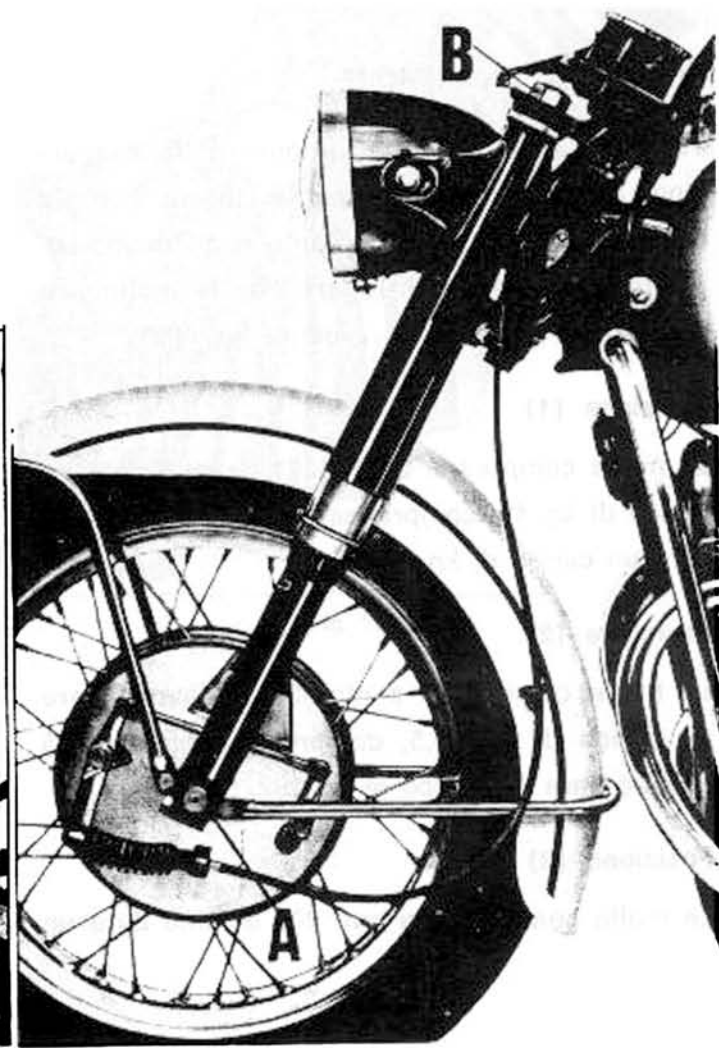

Fig. 112
- il liquido dagli ammortizzatori (a forcella montata il liquido viene scaricato dopo aver tolto la vite A dai due gambali) (vedere fig. 112);
- immettere litri 0,160 per braccio di liquido «SHELL Tellus 33» dal foro per tappo immissione (B di fig. 112);